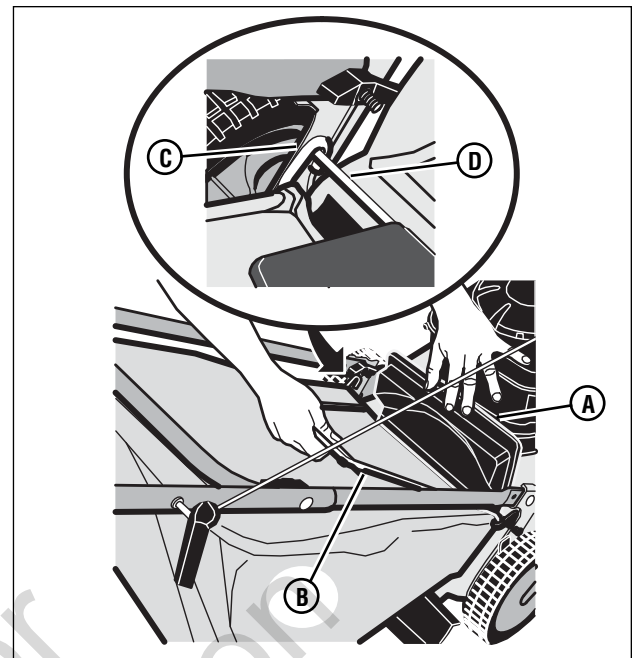

Figura 7: Montaje de la bolsa de césped
1. Para montar la bolsa de césped en el cortacésped, levante la puerta trasera (**A**, **Figura 7**). Sosteniendo la bolsa de césped mediante la manija (**B**), monte los ganchos (**C**) de ambos extremos del armazón de la bolsa de césped sobre la barra-pivote (**D**) de la puerta trasera. Baje la bolsa de césped contra la parte trasera del cortacésped. Baje la puerta trasera.